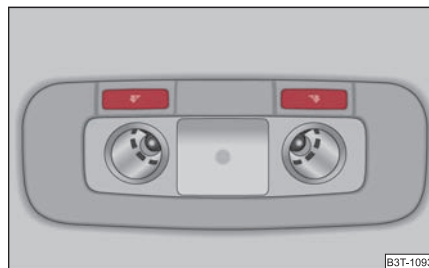

Fig. 66 Découpe dans le revêtement de pavillon: Eclairage de l'habitacle et spots de lecture arrière
- Vous pouvez allumer ou éteindre les spots de lecture à droite ou gauche en appuyant sur le contacteur  ⇒ page 70, fig. 66. ■